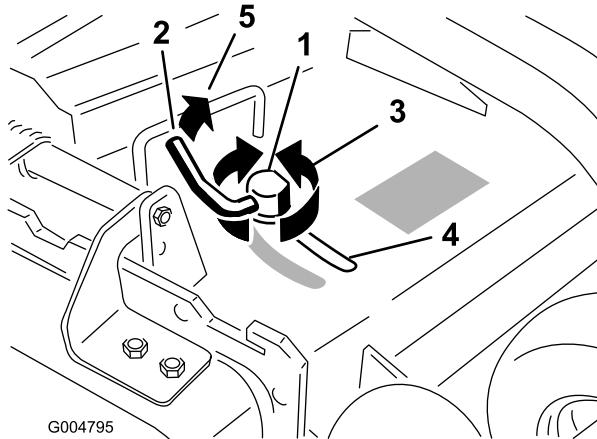

Figura 20
- Para ajustar el bloqueo de leva, levante la palanca para aflojar el bloqueo de leva (Figura 20).
- Devuelva la palanca a su posición original para apretar el deflector y el bloqueo de leva (Figura 20).